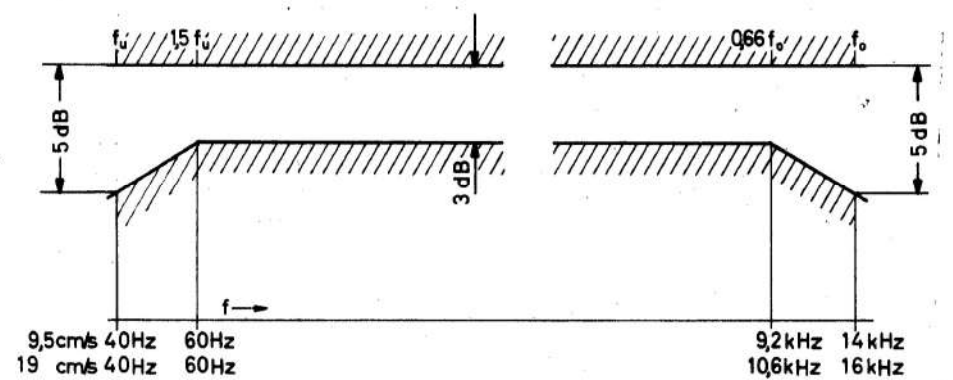

Abb. 13: Wiedergabe- und Über-Alles-Frequenzgangtoleranz
Erst nach der exakten Einstellung des Hörkopfes wird der Sprechkopf eingewippt. Meßband auflegen, zunächst 1 kHz mit ca. 150 mV einspeisen und in Stellung Phono, Aufnahme, Hinterband den Sprechkopf mit der Schraube (B) auf Pegelmaximum an der Verstärkerbuchse grob einstellen. Danach 12 kHz mit -20 dB ( $U_e$  ca. 15 mV) einspeisen und bei 9,5 cm/s den Sprechkopf fein einwippen. Fallen die Spannungsmaxima beider Spuren nicht zusammen (verschiedene Stellungen der Wippschraube (B)), so ist der Kopf auf die Mitte der beiden Einstellungen endgültig abzugleichen. [Zum „Mitteln“ siehe Abs. I, Toleranz für den Pegelunterschied zwischen 1 k und 12 kHz (beide -20 dB) siehe Abb. 13.] Beim Einwippen des Sprechkopfes ist außerdem zu beachten, daß das aufgesprochene Signal erst nach der bandgeschwindigkeitsabhängigen Laufzeit, bedingt durch den Abstand Sprechkopf—Hörkopf, am Verstärkerausgang erscheint.
Im Wiedergabeentzerrerverstärker befinden sich keine Abgleich-elemente. Er ist so ausgelegt, daß sich beim Abspielen des DIN-Bezugsbandes ein Frequenzgang mit den Toleranzen nach DIN 45511 ergibt (ca.  $\pm 2,5 \text{ dB}$ , siehe auch Abb. 13).
2. Nach dem Umschalten auf 9,5 cm/s abwechselnd 1 und 13 kHz aufzeichnen, hinter Band die Pegel kontrollieren und mit den Einstellern R 126/R 226 bei unveränderter Vormagnetisierung für beide Frequenzen gleichen Pegel einstellen. Läßt sich keine völlige Pegelgleichheit erreichen, so sind die Toleranzen nach DIN 45511 einzuhalten (siehe Abb. 13).